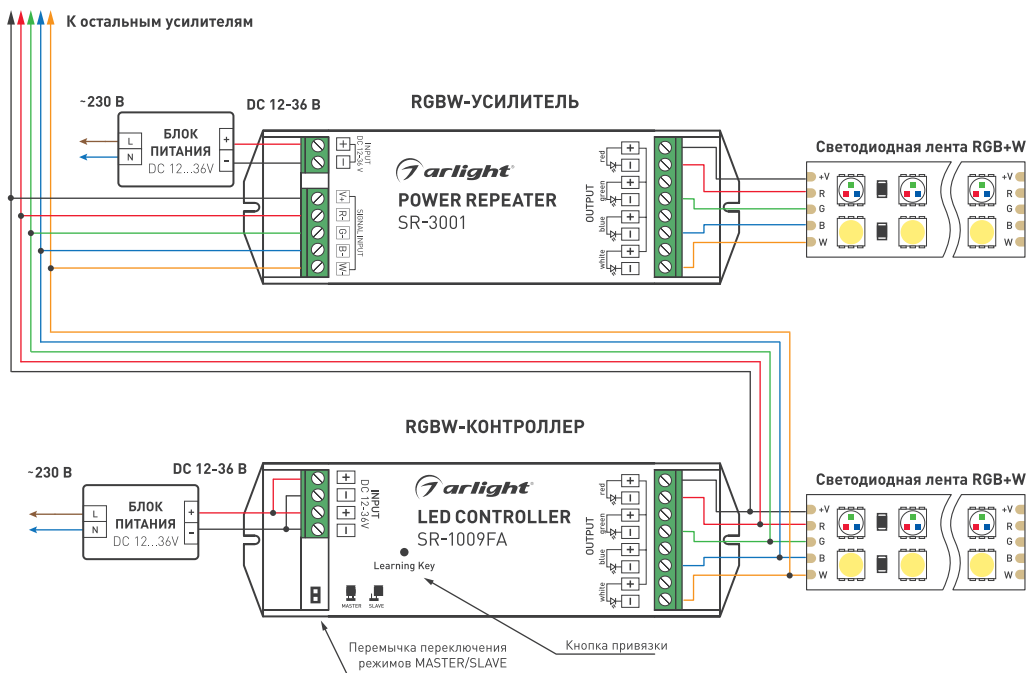

Рис. 1. Схема подключения.
- 3.3. Подключите светодиодную ленту к выходу усилителя OUTPUT согласно приведенной на Рис. 1 схеме, соблюдая полярность и порядок подключения проводов RGBW.